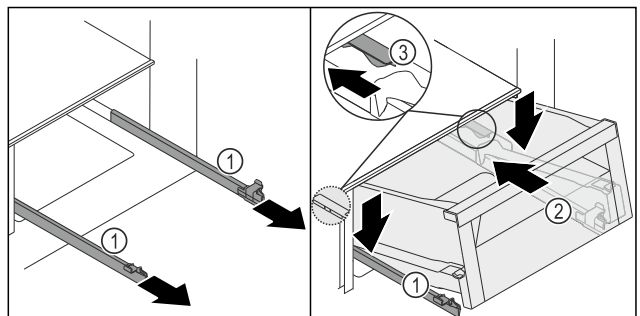
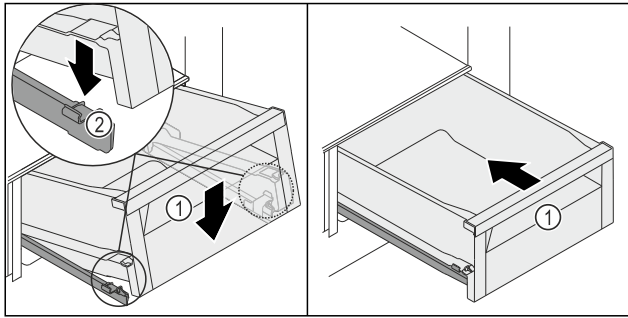

Fig. 117
Fig. 118
- ▶ Schienen Fig. 117 (1) festhalten und Schubfach Fig. 117 (2) von oben hinter dem Stopper Fig. 117 (3) auf den Schienen Fig. 117 (1) aufsetzen.
- ▶ Schubfach Fig. 117 (2) auf den Schienen Fig. 117 (1) bis zum Anschlag nach hinten schieben.
- ▶ Schubfach Fig. 117 (2) vorne absenken, so dass Schubfach links und rechts in die Klemme Fig. 118 (2) rutscht.
- ▶ Schubfach Fig. 118 (1) rastet hörbar ein.
- ▶ Schubfach Fig. 118 (1) einschieben.